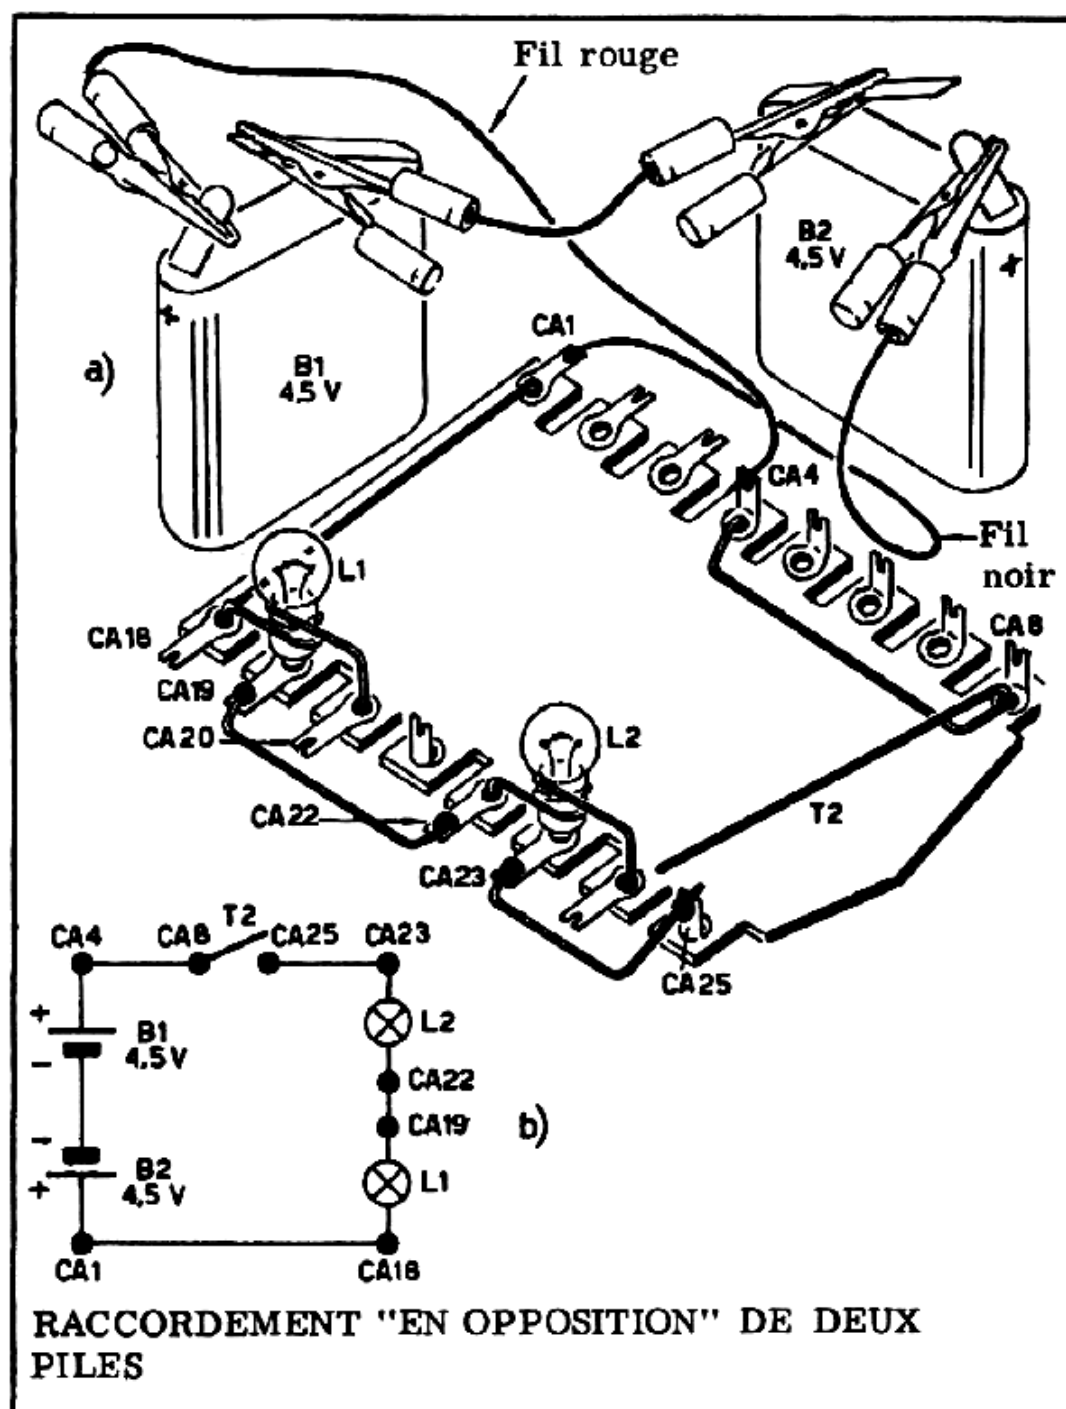

Figure 23
c) Raccordez le fil rouge d'alimentation de la plaquette A au pôle positif de la pile B1, et le fil noir au pôle positif de la pile B2. Ce raccordement est représenté par la figure 23 - a et par le schéma de la figure 23 - b.